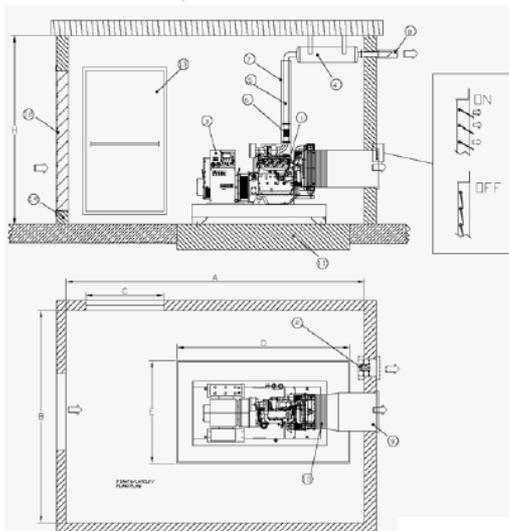

Рис.6
Если проемы для воздушной струи не совмещены с генераторной установкой, возможно потребуются добавить воздухопроводные трубы, чтобы предать направленный характер потоку и воспрепятствовать его рассеиванию (рис.6).
**ВНИМАНИЕ:** во избежание оттока нагретого воздуха и потерю нагрузки, добавьте коллектор между радиатором и проемом, как указано на рис.6, компонент №9.